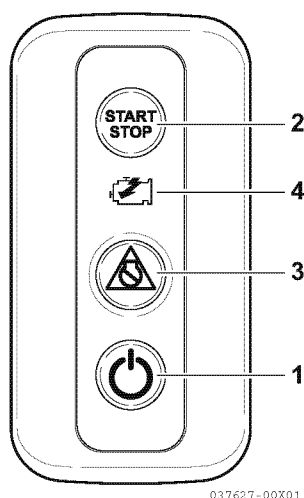
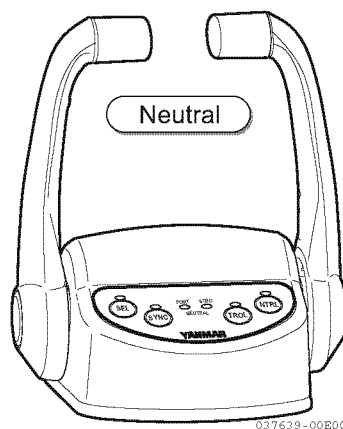
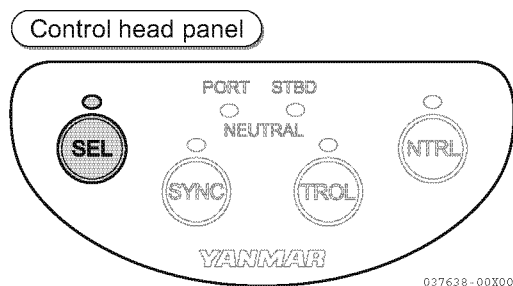

Abbildung 1
Abbildung 2
Abbildung 3
4. Den Hauptschalter auf dem Schaltfeld der gewählten Station drücken (1, **Abbildung 1**).
- Die Schaltfeldleuchte schaltet ein und am Steuerkopf (**Abbildung 2**) leuchtet die Lampe „SEL“ (**Abbildung 3**) stetig oder blinkend.
- Um den START/STOP-Schalter für den Motorbetrieb verwenden zu können, muss der Hauptschalter eingeschaltet (ON) sein.
10. Den START/STOP-Schalter (2, **Abbildung 1**) drücken und den Anlasser einschalten.